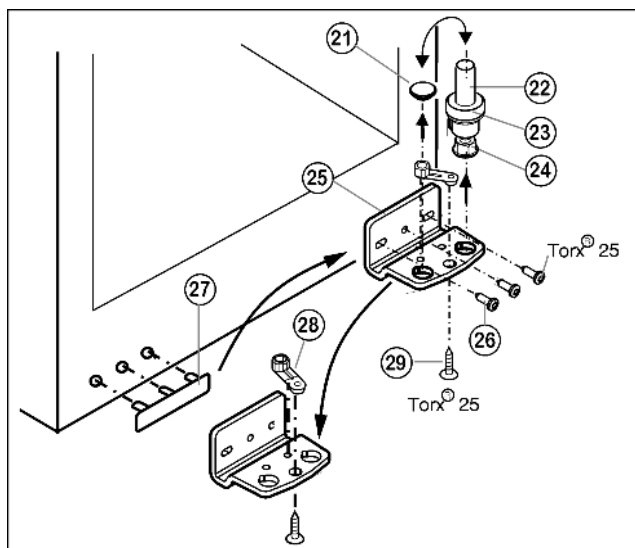

Fig. 6
- ▶ Extrageți în sus bolțul lagărului Fig. 6 (22) integral, împreună cu șaiba Fig. 6 (23) și piciorul reglabil Fig. 6 (24).
- ▶ Scoateți dopul Fig. 6 (21).
- ▶ Deșurubați Fig. 6 (26) suportul de lagăr Fig. 6 (25).
- ▶ Deșurubați Fig. 6 (29) piesa suport Fig. 6 (28) și montați-o în gaura de fixare opusă a suportului lagărului, iar apoi înșurubați-o strâns.
- ▶ Scoateți cu atenție capacul de pe latura mânerului Fig. 6 (27) și mutați-l pe partea opusă.
- ▶ Înșurubați **strâns (cu 4 Nm)** suportul lagărului Fig. 6 (25) pe noua latură a balamalei, folosind o șurubelniță cu acumulator dacă este cazul.
- ▶ Fixați dopul Fig. 6 (21) în cealaltă gaură.
- ▶ Reinstalați bolțul lagărului Fig. 6 (22) integral, împreună cu șaiba și piciorul reglabil. Aveți grijă aici ca respectiva camă de cuplare să fie îndreptată către înăpoi.
- ▶ Așezați ușa, de sus, pe bolțul lagărului inferior Fig. 6 (22).
- ▶ Aliniați eventual ușa cu carcasa aparatului prin intermediul celor două găuri alungite din suportul de lagăr inferior Fig. 6 (25). Deșurubați în acest scop șurubul mijlociu.